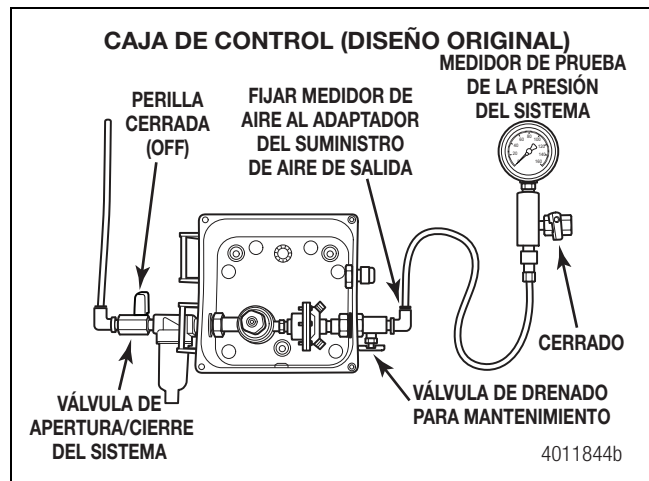
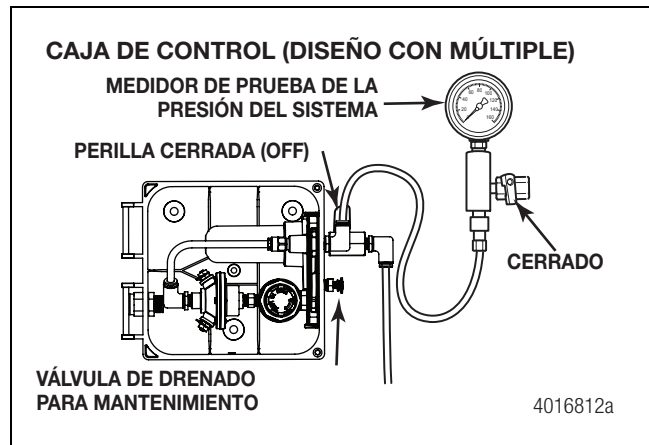

Figura 3.13
Figura 3.14
2. Gire a la posición de "cerrado" (OFF) la válvula de bola de la línea de suministro. Figura 3.13 y Figura 3.14.
3. Abra la válvula de drenado de mantenimiento para vaciar toda la presión de aire del sistema. Cierre la válvula. Figura 3.13.
4. Retire del adaptador del lado de presión de aire de salida de la caja de control la línea de suministro de aire de salida. Conecte el medidor de prueba al adaptador del suministro de aire de salida. Figura 3.13.